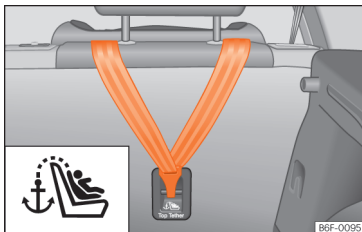
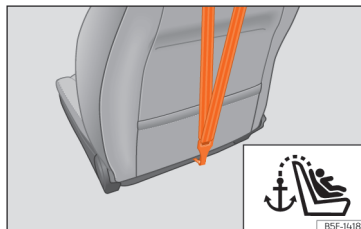

Fig. 43 Partea spate a scaunelor spate: inele de asigurare pentru centura Top Tether.
Fig. 44 Spatele spătarului scaunului pasagerului față: Punct de ancorare centură Top Tether.
Scaunele pentru copii cu sistem Top Tether sunt echipate cu o centură suplimentară pentru fixarea de un punct de ancorare din autovehicul. Acest punct de ancorare este amplasat pe spatele spătarului banchetei spate și spătarului scaunului pasagerului față (identificat cu simbolul ) și oferă o reținere mai bună » » » **fig. 43, » » » fig. 44.**
- Glisați centura și asigurați-o corect cu ajutorul punctului de ancorare de pe spătarul banchetei spate >>> **fig. 43**, >>> **fig. 44**.